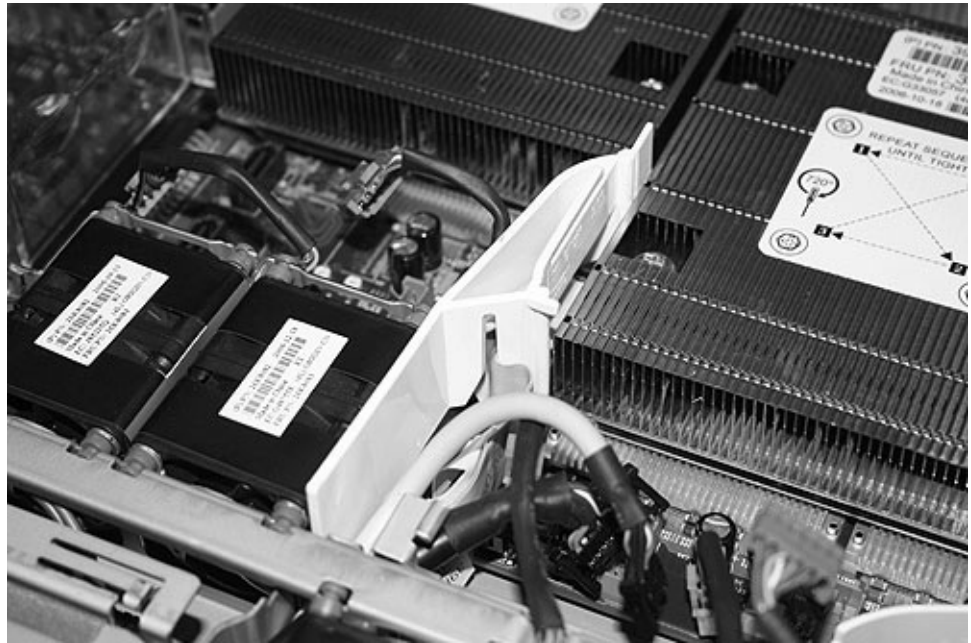

図 250. SAN ボリューム・コントローラー 2145-8G4 システム・ボードの前面右側にあるコネクタ
10. ライト・パス・リボン・ケーブル・コネクタと CD-RW リボン・ケーブル・コネクタを再接続します (672 ページの図 250 を参照)。